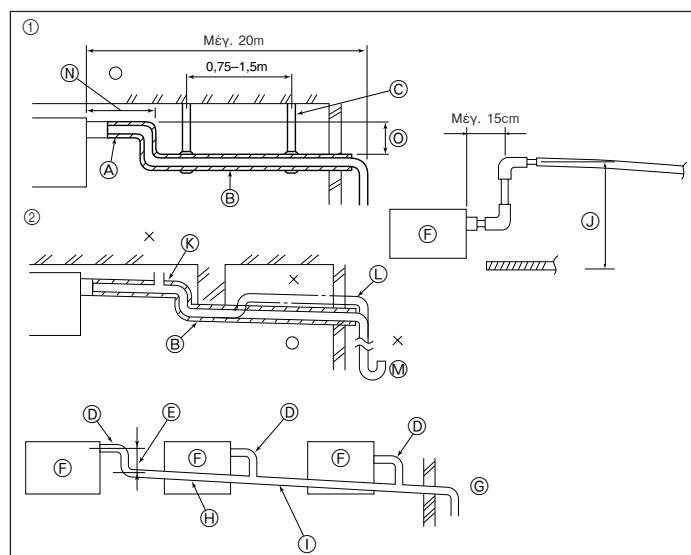

Fig. 3-4
3.3. Εργασίες Σωληνώσεων Αποχέτευσης (Fig. 3-4)